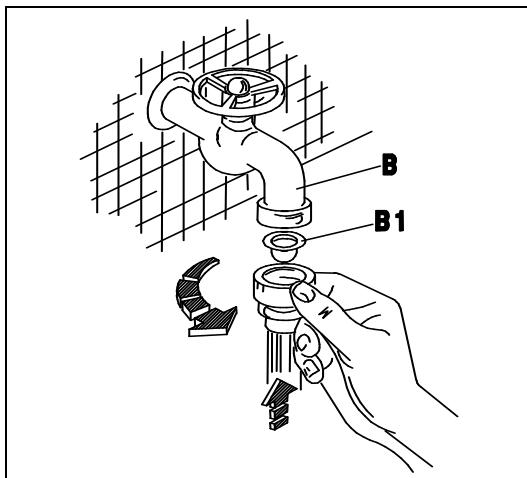
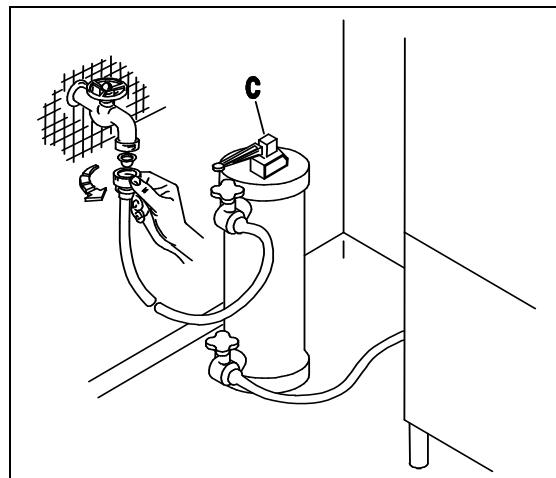
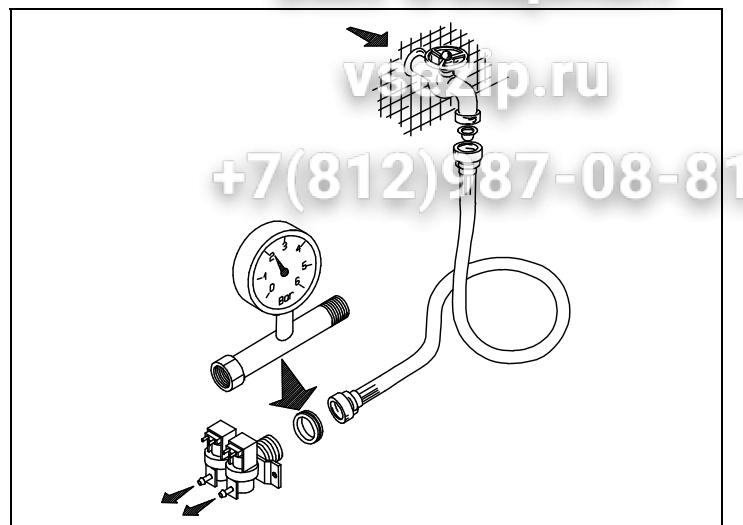
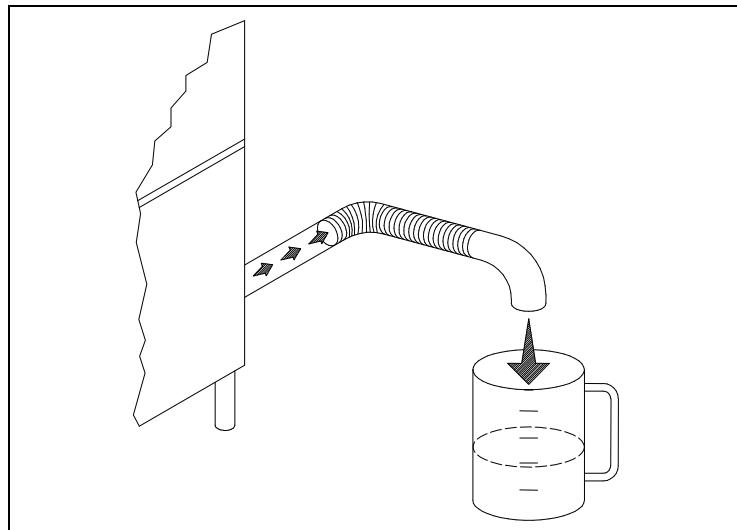

Fig. 2-2
Fig. 2-3
Fig. 2-4
Fig. 2-5
- L'apparecchio è previsto per l'allacciamento all'acqua fredda o calda (max 50 ÷ 55°C), con una pressione a valvola aperta come indicato nella Tab. 2-1. In caso di pressione superiore alla massima consigliata, bisogna installare un riduttore di pressione. In caso di pressione inferiore alla minima consigliata, bisogna installare una pompa di aumento pressione di max 0.5 Hp, con una portata di 20 L/min ed una prevalenza di 15-20 mt.. Il controllo della pressione deve essere effettuato all'ingresso dell'elettrovalvola (ved. fig.2-4). La condutture dell'acqua deve avere un diametro interno di almeno 16/18 mm (ved.fig.2-5). Collegare il tubo di carico acqua dell'apparecchio ad un rubinetto d'intercettazione (B), posto preferibilmente nelle immediate vicinanze dell'apparecchio, interponendo l'apposito filtro in dotazione (B1) (ved. fig.2-2). Per acque con durezza media superiore ai 10/12°F (5,5/7°D) è consigliata l'installazione di un decalcificatore (C) (non in dotazione), montato a monte dell'elettrovalvola della macchina (ved.fig.2-3).
- The appliance is designed for connection to the cold or hot water supply (max. 50 55°C) at a mains pressure with the valve open as shown in Table 2-1 and a minimum output of 10 litres/min. If pressure exceeds the maximum, fit a pressure reducer. If pressure is lower than the minimum, fit a pressure booster pump of max. 0.5 HP, with an output of 20 litres/min. and a head of 15÷20 metres. Pressure must be measured at the solenoid valve inlet (see fig. 2-4). The water pipes must have an internal diameter of at least 16/18 mm (see fig. 2-5). Connect the appliance water supply pipe to a cut-out tap (B), preferably placed close to the appliance, fitting the special filter provided (B1) (see fig. 2-2). For water with medium hardness above 10/12°F (5,5/7°D), installation of a decalcifier (C) (not provided) is recommended, assembled upstream of the machine's electrovalve (see fig. 2-3).
- Das Gerät ist für den Anschluss an Warm-und Kaltwasser (max. 50-55°C) vorgesehen, wobei der Druck bei offenem Ventil dem in Tab. 2-1. Bei höherem Druck als dem empfohlenen einen Druckminderer installieren. Bei niedrigeren Druck als empfohlen eine Druckerhöhungspumpe mit max. 0,5 PS , einer Förderleistung von 20l/min und einer Förderhöhe von 15-20m installieren. Die Druckkontrolle muss am Eingang des Elektroventils erfolgen (siehe Bild 2-4). Die Wasserleitung muss einen Innendurchmesser von mindestens 16/18 mm aufweisen (siehe Bild 2-5). Den Zulaufschlauch des Gerätes an einen möglichst nahegelegenen Wasserhahn (B) anschliessen und den vorgesehenen Filter (B1) anbringen (siehe Bild 2-2). Pour une eau d'une dureté moyenne supérieure à 10/12°F (5,5/7°D) il est conseillé d'installer un détartrageur (C) (non fourni), monté en amont de l'électrovanne de la machine (siehe Bild 2-3).
- L'appareil peut être raccordé à l'eau froide ou chaude (50:55°C max) à une pression, soupape ouverte, comme indiqué dans le Tableau 2-1. Si la pression dépasse la pression maximum conseillée, il faut installer un réducteur de pression. Si la pression est inférieure à la pression minimum conseillée, il faut installer une pompe pour faire augmenter la pression de 0,5 Hp max., à un débit de 20 litres /min et à une hauteur d'élévation de 15-20 m. Le contrôle de la pression sera effectué à l'entrée de l'électrovanne (voir fig. 2-4). Les conduites d'eau auront un diamètre interne d'au moins 16/18 mm (voir fig. 2-5). Raccorder la conduite d'arrivée de l'eau de l'appareil à un robinet secondaire (B), installé si possible tout près de l'appareil, après avoir intercalé le filtre spécial fourni (B1) (voir fig. 2-2). Nous conseillons Pour une eau d'une dureté moyenne supérieure à 10/12°F (5,5/7°D) il est conseillé d'installer un détartrageur (C) (non fourni), monté en amont de l'électrovanne de la machine (voir fig. 2-3).
- Este aparato se puede alimentar con agua caliente o fría (máx. 50 ÷ 55°C); la presión del agua con válvula abierta está indicada en la Tabla 2-1. En caso de que la presión fuera superior a la máxima que se aconseja, instale un reductor de presión; si fuera demasiado baja, instale una bomba de aumento de presión de 0,5 Hp (máximo), con un caudal de 20 litros por minuto y una altura de elevación de 15 a 20 m. El control de la presión se debe efectuar en la entrada de la electroválvula (véase fig. 2-4). La tubería del agua debe tener un diámetro interior de 16-18 m. por lo menos (véase fig. 2-5). Conecte el tubo de alimentación del agua del aparato a un grifo de paso (B), que irá montado preferentemente muy cerca del aparato, tras interponer el filtro (B1) del equipamiento base (véase fig. 2-2). Para aguas con dureza media inferior a los 10/12°F (5,5/7°D) se recomienda instalar un descalcificador (C) (no incluido en el suministro), instalado aguas arriba la electroválvula del equipo (véase fig. 2-3).
- O aparelho é predisposto para ser alimentado com água fria ou quente (máx 50-55°C), com uma pressão, com a válvula aberta, como indicado na Tab. 2-1 e com um fluxo de 10 lt/min. No caso de uma pressão superior à máxima indicada, é necessário instalar um redutor de pressão. No caso de a pressão ser inferior à indicada, é necessário instalar uma bomba de máx 0,5 Hp, com um fluxo de 20 lt/min. O controle da pressão deve ser efetuado na entrada da electroválvula (ver figura 2-4). O tubo de água ou mangueira deve ter um diâmetro interno de pelo menos 16/18 mm (ver fig. 2-5). Conectar o tubo de alimentação de água do aparelho à uma torneira de fechamento manual (F), colocada de preferência próxima ao aparelho, conectando o filtro em dotação (B1) (ver fig. 2-2). Para a água com aureza média abaixar a 10/12 ° F (5,5 / 7 ° D) recomendamos a instalação de um purificador de água (C) (não incluído na entrega), a válvula solenóide instalado a montante do equipamento (ver fig. 2-3).
- Het apparaat is geschikt voor aansluiting op warm of koud water (max. 50 - 55°C), met een druk bij geopend ventiel zoals aangegeven in Tab. 2-1. Bij een hogere druk dan de geadviseerde maximum druk moet er een drukregelaar geïnstalleerd worden. Bij een lagere druk dan de geadviseerde minimum druk moet een drukverhogingspomp van max. 0,5 HP geïnstalleerd worden met een opbrengst van 20 l/min en een opvoerhoogte van 15-20 m. De controle van de druk moet op de ingang van het elektroventiel gecontroleerd worden (zie afb. 2-4). De waterslang moet een inwendige diameter van ten minste 16/18 mm hebben (zie afb. 2-5). Sluit de watertoever slang van het apparaat aan op een afsluitkraan (B) die bij voorkeur dicht bij het apparaat geplaatst moet zijn en zet het speciale meegeleverde filter (B1) ertussen (zie afb. 2-2). Voor water met een gemiddelde hardheid boven de 10/12 ° F (5,5 / 7 ° D), wordt de installatie van een ontkalker (C) (niet meegeleverd) aanbevolen, stroomopwaarts van electroklep de machine gemonteerd (zie afb. 2-3).